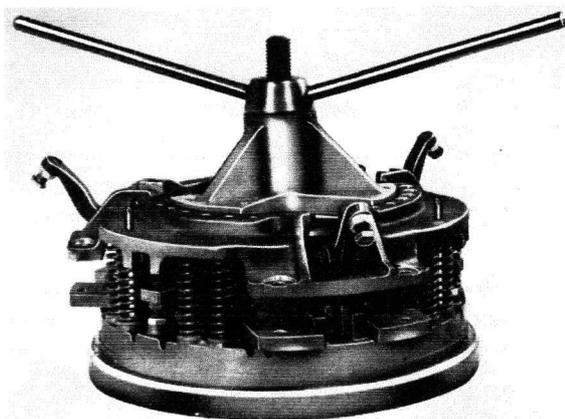

Fig. 5
- 6° Dévisser l'écrou à broches du presseur pour relâcher la pression sur les ressorts d'embrayage (fig. 5).